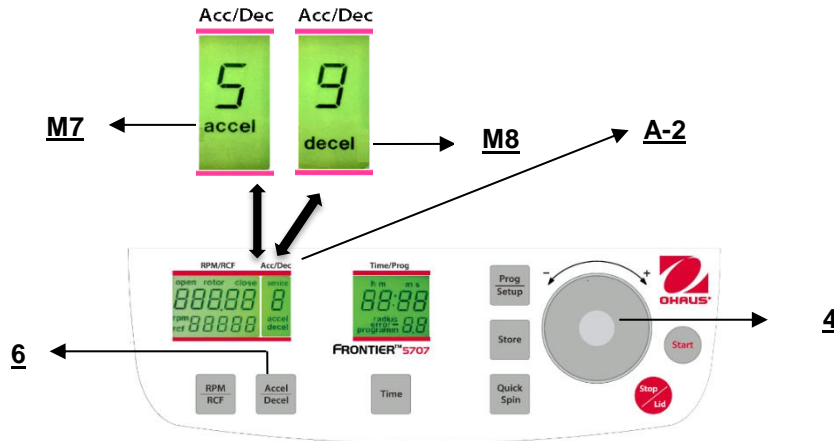

Figure. 18
Cette fonction est activée avec la touche "**Accel/Decel**" (6) (voir la figure 18).